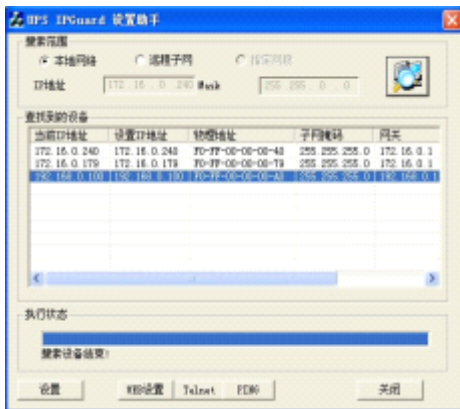

图 1
① 正确安装连接好 UPS-IPGuard Ultimate 后,运行配套光盘内的的设置助手软 ConfigAssist.Exe。界面如图 1 所示:
② 点击搜索按钮  钮,搜索当前连接的设备。(软件启动后自动进行搜索)在“查找到的设备”中会显示当前搜索到的设备的 IP 地址,物理地址,子网掩码,网关,硬件版本,固件版本等信息,如图 1 所示: